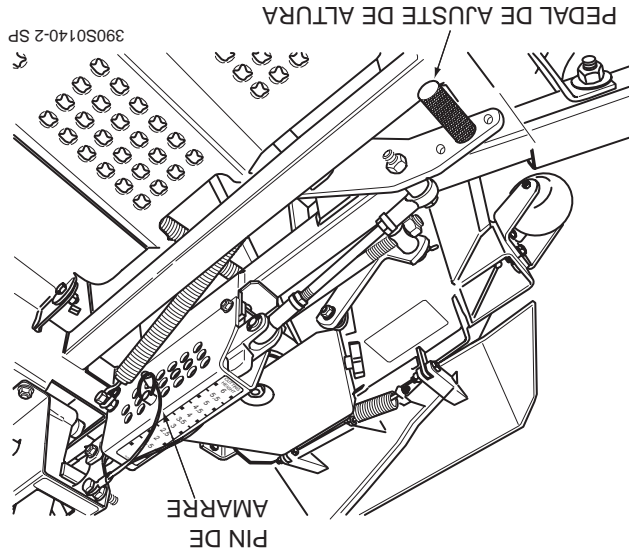
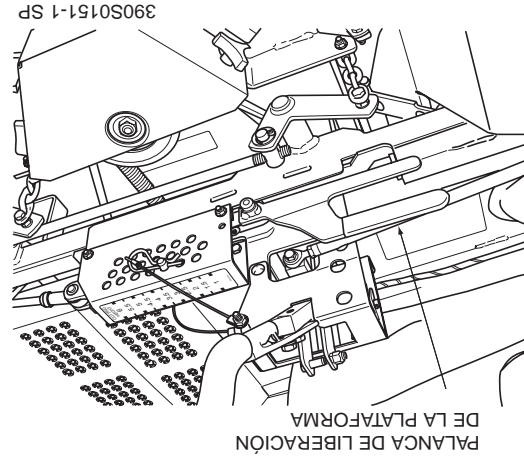

Figura 4-6 Ajuste de altura de corte
Figura 4-7 Palanca de liberación de la plataforma
2. Empuje el pedal de pie de ajuste de la altura de corte completamente hacia adelante con su pie derecho hasta que se asegure en su lugar. (Figura 4-6).
3. Inserte el pin de amarre en el indicador de la altura de corte en la altura de corte deseada. Empuje hacia adelante la palanca de pie de la elevación de plataforma, manténgala en posición y levante la palanca de liberación de plataforma. (Figura 4-7, página 22). Libere lentamente el pedal. Hay una calcomanía de la altura de plataforma ubicada en el indicador de altura como una ayuda para ajustar la plataforma a la altura deseada. (Figura 4-6).